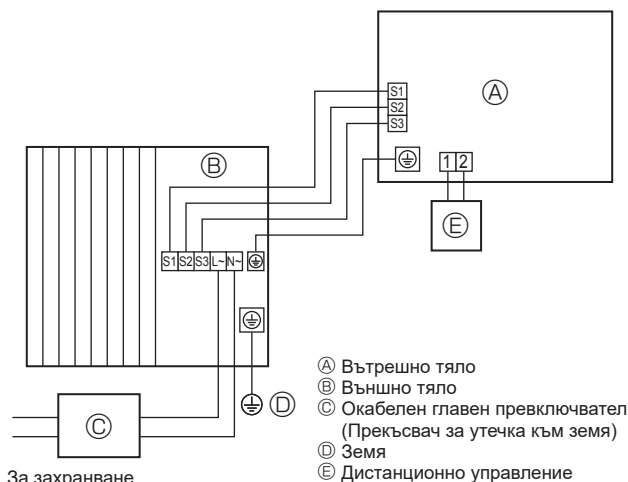
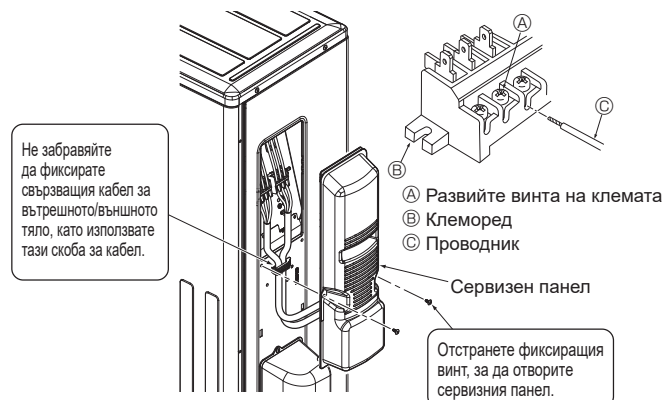

Fig. 6-1
Fig. 6-3
### 6.1. Външно тяло (Fig. 6-1, Fig. 6-2, Fig. 6-3)
- ① Отстранете сервисния панел.
- ② Опроводете кабелите, като направите справка с Fig. 6-1, Fig. 6-2 и Fig. 6-3.